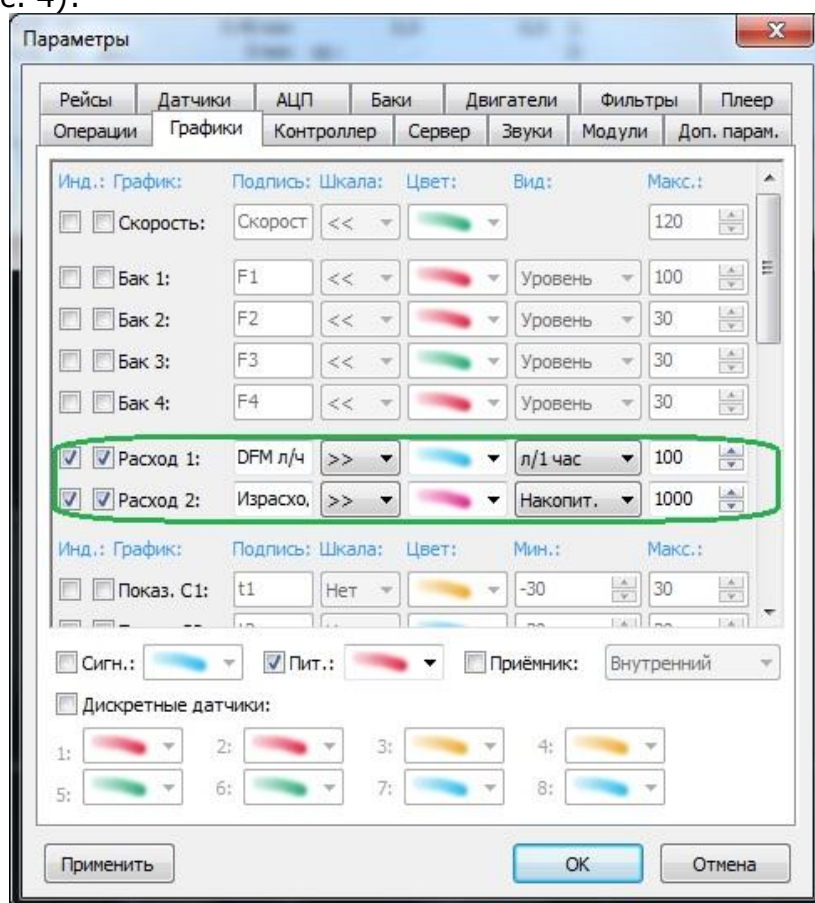

Рисунок 4
3.2.3. На вкладке Параметры, задать параметры отображаемых графиков (Рис. 4):